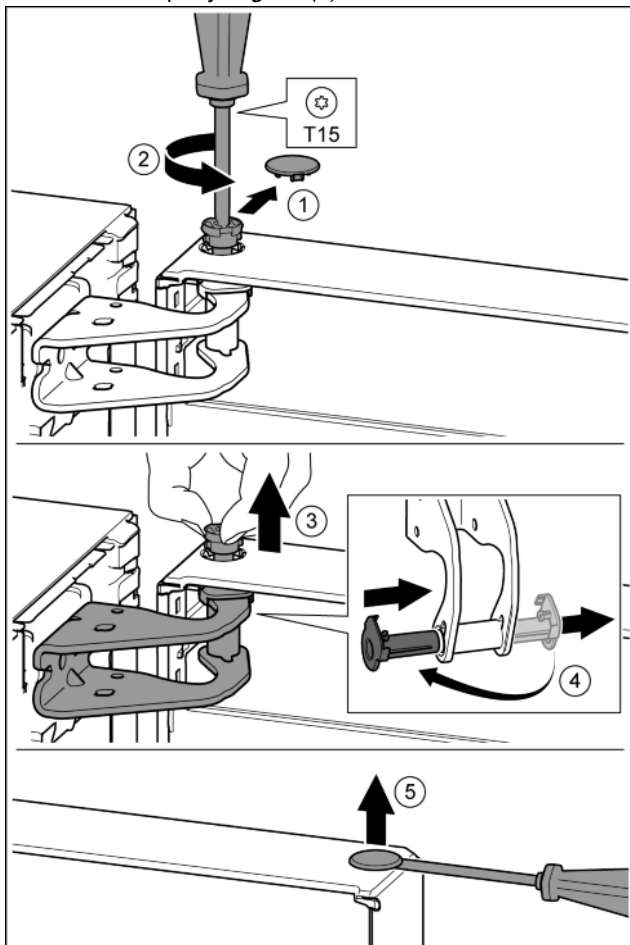

Fig. 11
- ▶ Осторожно снять предохранительную крышку. Fig. 11 (1)
- ▶ Немного выкрутить палец отвёрткой T15. Fig. 11 (2)
- ▶ Удерживать дверь и вытянуть палец рукой. Fig. 11 (3)
- ▶ Опорную втулку вывести из направляющей. Установить и зафиксировать с другой стороны. Fig. 11 (4)
- ▶ Осторожно приподнять шлицевой отвёрткой заглушку из опорной втулки двери и вынуть. Fig. 11 (5)